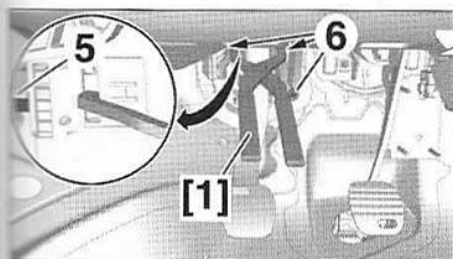

FIG.17
- Déverrouiller le cylindre émetteur (5) à l'aide de l'outil [1] (Fig.17).
- Ecarter la tige du cylindre émetteur (5) du pédalier.
- Déposer les écrous (6).